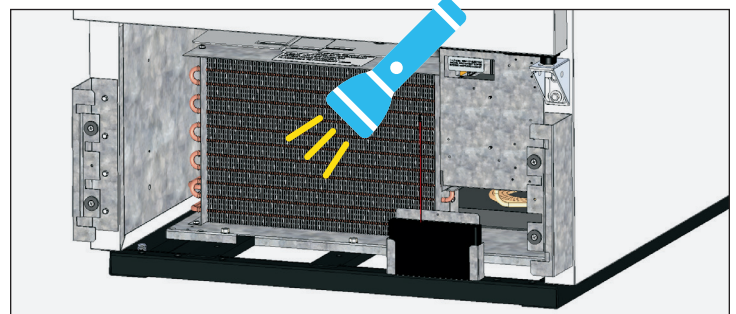

Fig. 3. Vérifiez que toutes les obstructions ont bien été éliminées.
4. Une fois la saleté retirée de la surface du serpentin, utilisez une lampe torche pour vérifier que vous voyez à travers le serpentin et observez la rotation des lames du ventilateur du condenseur. Voir fig. 3.